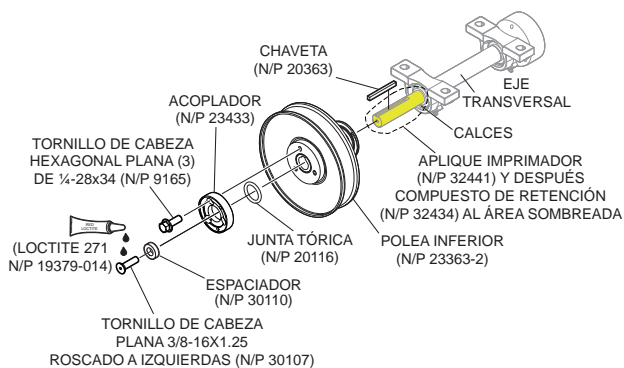

Figura 19. Instalación de la polea inferior
Consulte la Figura 19.
1. Aplique imprimador (Loctite 7649, N/P 32441) al eje transversal y al chavetero en el área sombreada mostrada de la Figura 19.